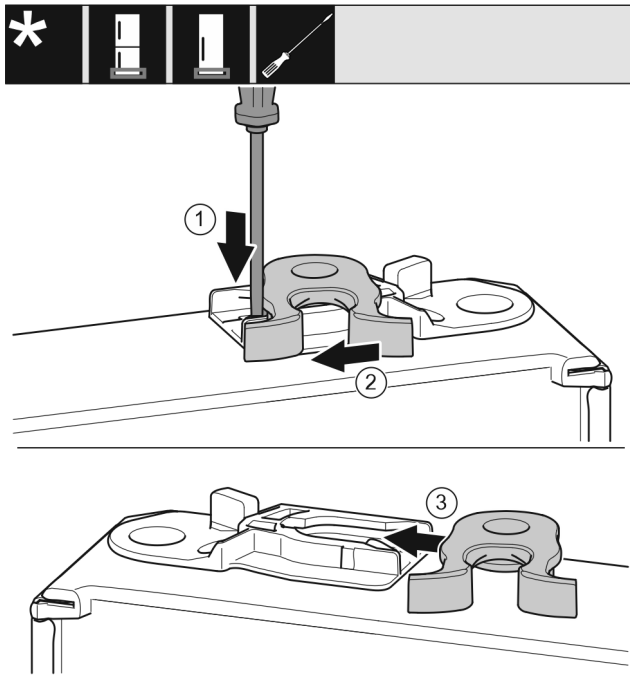

Fig. 18
- ▶ Tryck ner flärpen med en spårskruvmejsel. Fig. 18 (1)
- ▶ Dra ut låsbygeln ur fästet. Fig. 18 (2)
- ▶ Skjut in låsbygeln i fästet på andra sidan. Fig. 18 (3)